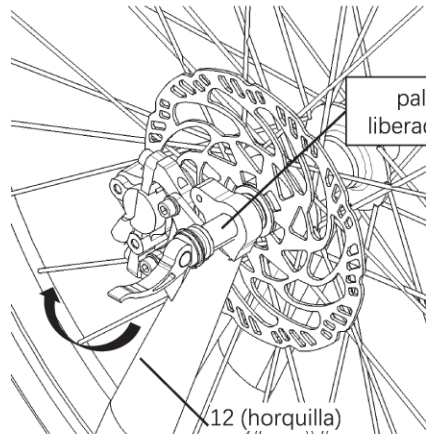

Figura 45-1.
d. Insertar la palanca de liberación rápida desde el lado del disco tan lejos como pueda. Es posible que tenga que ajustar ligeramente la rueda delantera para que la palanca de liberación rápida pueda pasar sin problemas. Enrósquela en el sentido de las agujas del reloj hasta que se sienta apretada, como se muestra en la Figura 45-1.